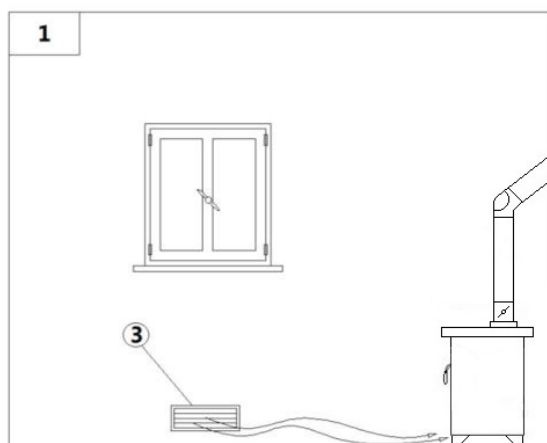
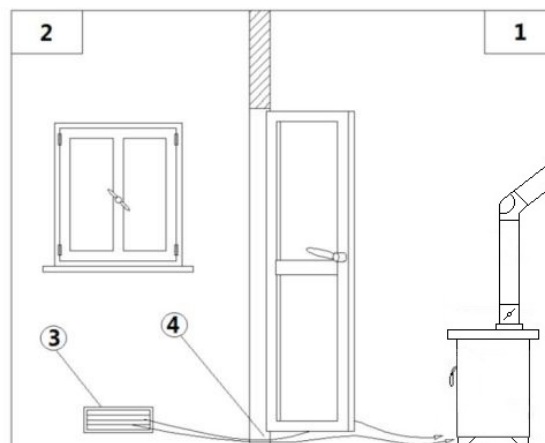

Fig. 6 - Afflusso d'aria diretta
Fig. 7 - Afflusso d'aria indiretta
**LEGENDA Fig. 6 a pag. 7-Fig. 7 a pag. 7**
- L'afflusso dell'aria tra l'esterno ed il locale può avvenire per via diretta, tramite apertura su parete esterna del locale (vedi **Fig. 6 a pag. 7**); oppure per via indiretta, mediante prelievo dell'aria da locali attigui a quello da ventilare (vedi **Fig. 7 a pag. 7**).